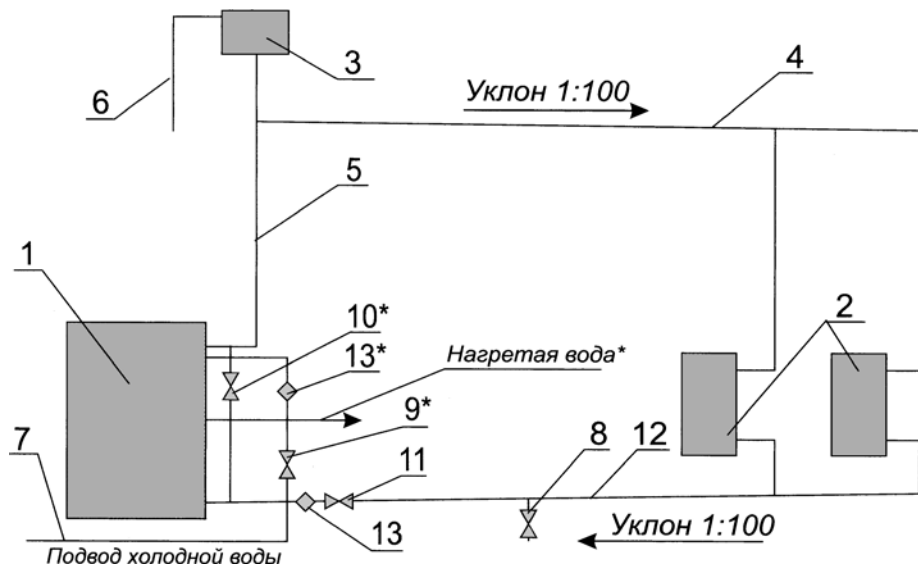

Рис. 9 Схема монтажа котла в системе отопления с природной циркуляцией теплоносителя.
6.13. Заполните систему чистой водой с pH7+0,3. При заполнении системы жесткой водой с pH больше 7, значительно увеличивается отложение накипи на стенках котла и системы отопления, вследствие чего уменьшается эффективность котла и увеличивается расход газа! Расширительный бак размещается в высшей точке системы. Контроль заполнения системы водой осуществляйте по переливному патрубку рис.9. Объем бачка должен быть не менее 8% от объема отопительной системы. Эксплуатация котла при незаполненной системе отопления или частично заполненной – запрещается! Уровень воды в расширительном баке должен быть не менее 1/4 его высоты.